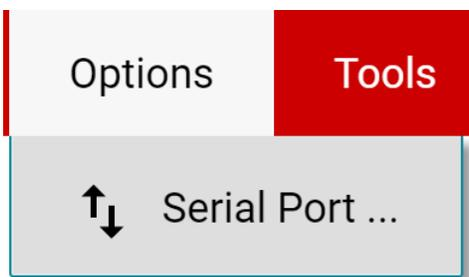

图 3-8. 更改串行端口
- i. 如果长按重置按钮不起作用, 请在 *Options* → *Serial Port* 下检查不同的硬件 COM 端口, 如图 3-8 所示。